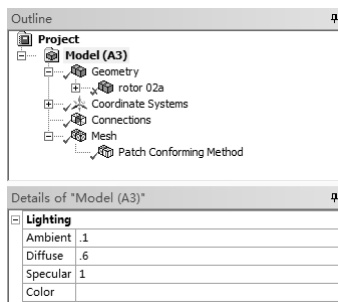

图 3-33 【Model】详细设置窗口
(2) **【Model】**详细设置窗口 单击分析树 Outline 中的**【Model】**图标,显示**【Details of “Model”】**窗口,如图 3-33 所示。